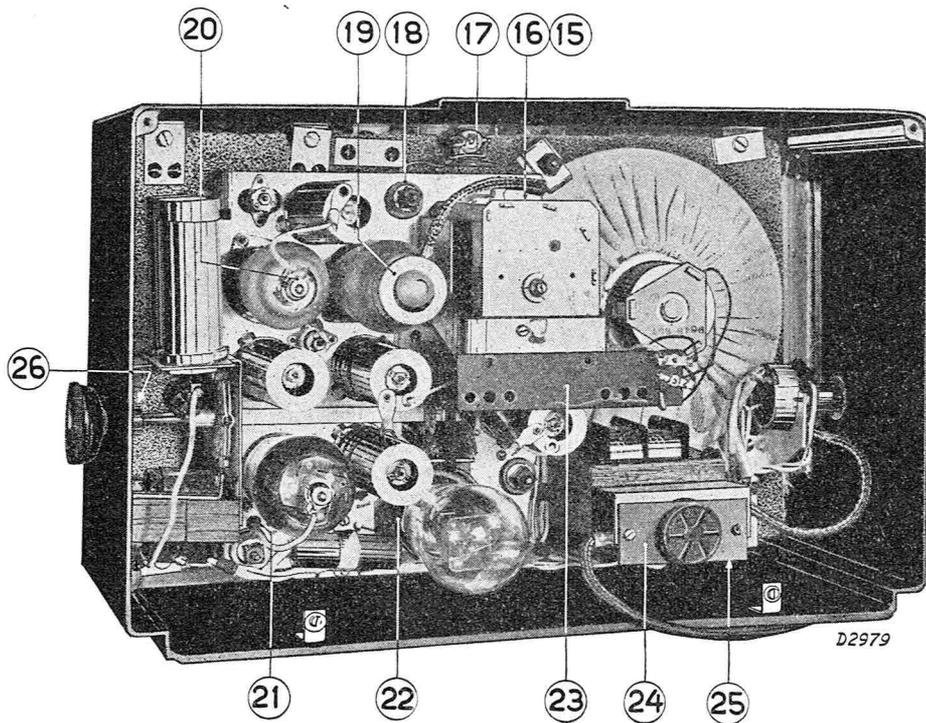

Fig. 7
5. Dévisser la plaque à douilles (repère 23 fig. 7).